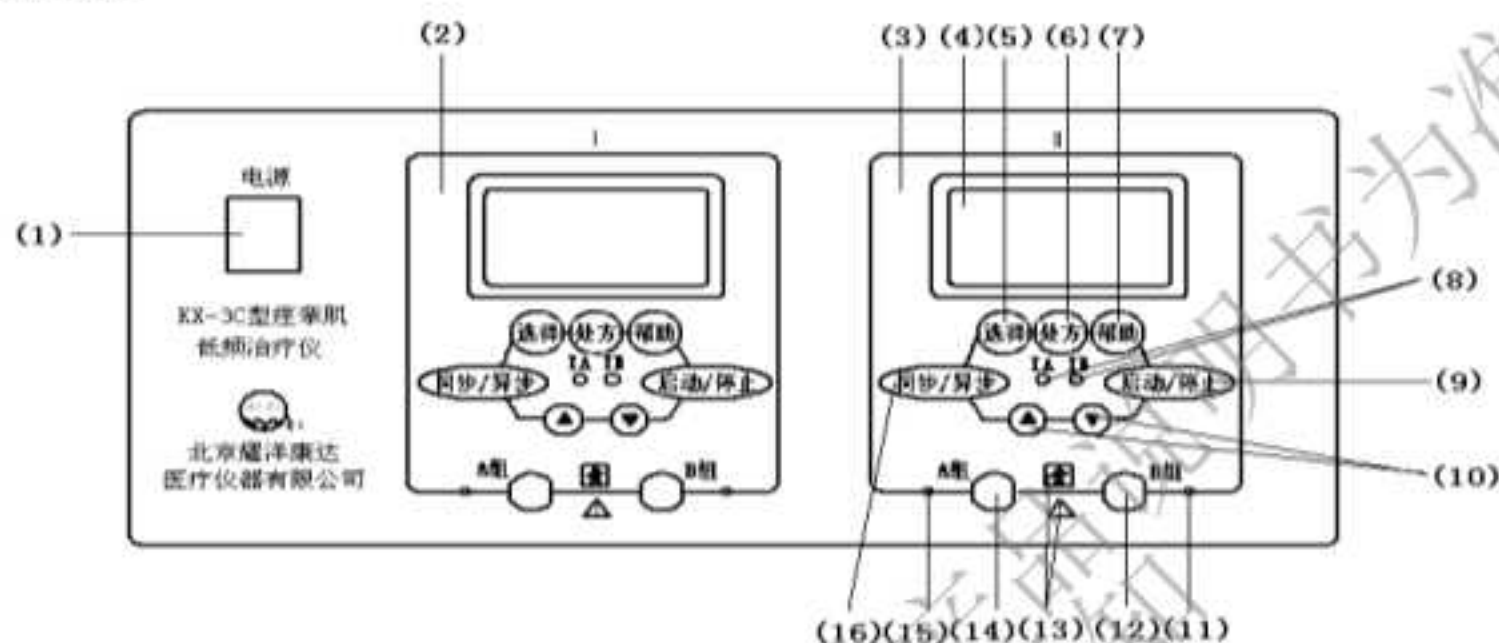

图 2. 治疗仪前面板示意图
- 4.9 电针电极使用方法：电针连接示意图见说明书后的附图 2，针刺一组穴位获